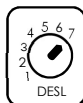

Figura 1 – Representação da placa de regulação do termostato
- 4º Gire a chave do termostato para posição máxima (7), conforme figura 1;